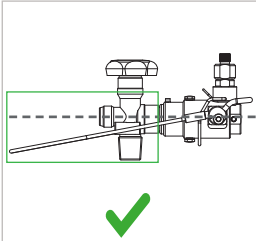
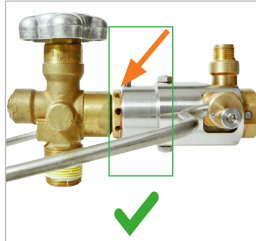
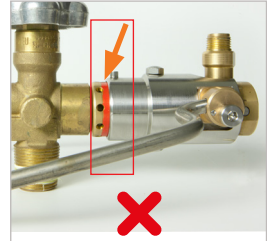

Abbildung 10
Abbildung 11
Abbildung 12
- ▶ Klappen Sie die Betätigungsbügel (Pos. 6) nach oben. Der Bügel muss sich leicht und ohne Kraftaufwand nach oben führen lassen. Das Drahtseil muss in seiner Endposition unterhalb der Waagrechten des Adapters liegen (Abbildung 10). Die rote Markierung am Vorderteil (Pos. 3) muss unter dem Gehäuse verschwinden und darf nicht mehr sichtbar sein (Abbildung 11 und Abbildung 12).